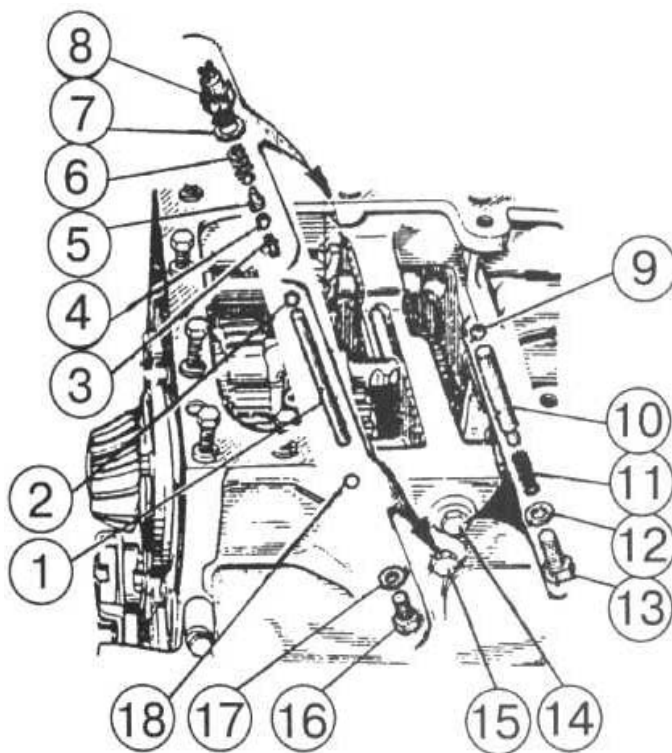

Рисунок 4.33
- 8) выверните болты (14), (15) (**рисунок 4.33**) и выключатель блокировки (8);
- 9) снимите пружины (6), (11), фиксаторы (1), (10) штифт (5), шарики (2), (4), (9), (18), ось (3);